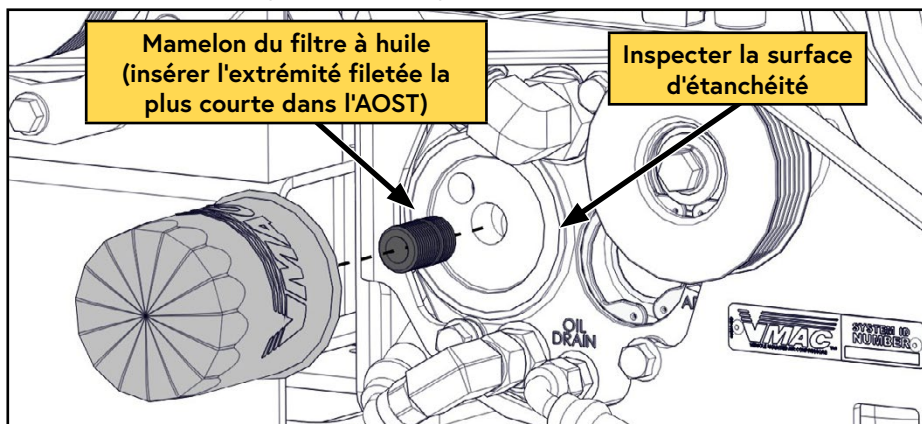

Figure 29 — Filtre à huile du compresseur
- ☐ *Si le mamelon est sorti avec le filtre à huile, retirez-le du filtre en prenant soin de ne pas endommager les filets (Figure 29).
- ☐ *Pour réinstaller le mamelon, nettoyez soigneusement les filets, appliquez du Loctite 242 (bleu) sur l'extrémité aux filets courts et remettez-le en place dans l'AOST (Figure 29).
- ☐ Nettoyez la surface d'étanchéité du joint sur l'avant de l'AOST et vérifiez qu'elle n'est pas endommagée. La surface doit être exempte de vieux résidus de joint et être lisse pour assurer une bonne étanchéité (Figure 29).